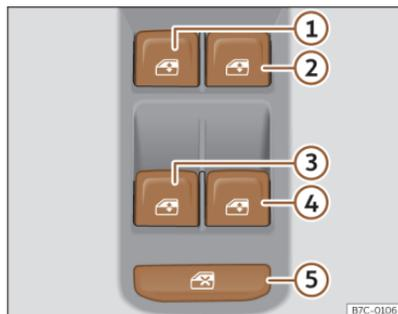

Fig. 60 Détail de la portière du conducteur : commandes des vitres.
La commande de sécurité >>> **fig. 60** ⑤ située sur la porte du conducteur vous permet de désactiver les touches des lève-glaces sur les portes arrière.